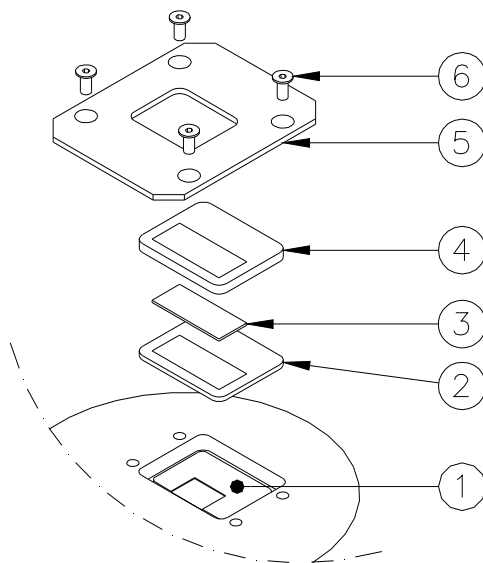

Figure 28 – Remplacement du filtre
- Enlever la plaque presse-prisme (Figure 28- n°5) et le tiroir porte-filtre (Figure 28- n°2-3-4).
- Positionner le tiroir porte-filtre dans le logement correspondant (Figure 28- n°1).